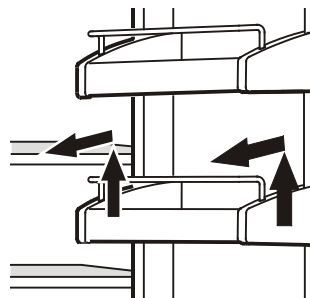

Figure 21
- Retirer les balconnets de porte comme à la **Figure 21**.